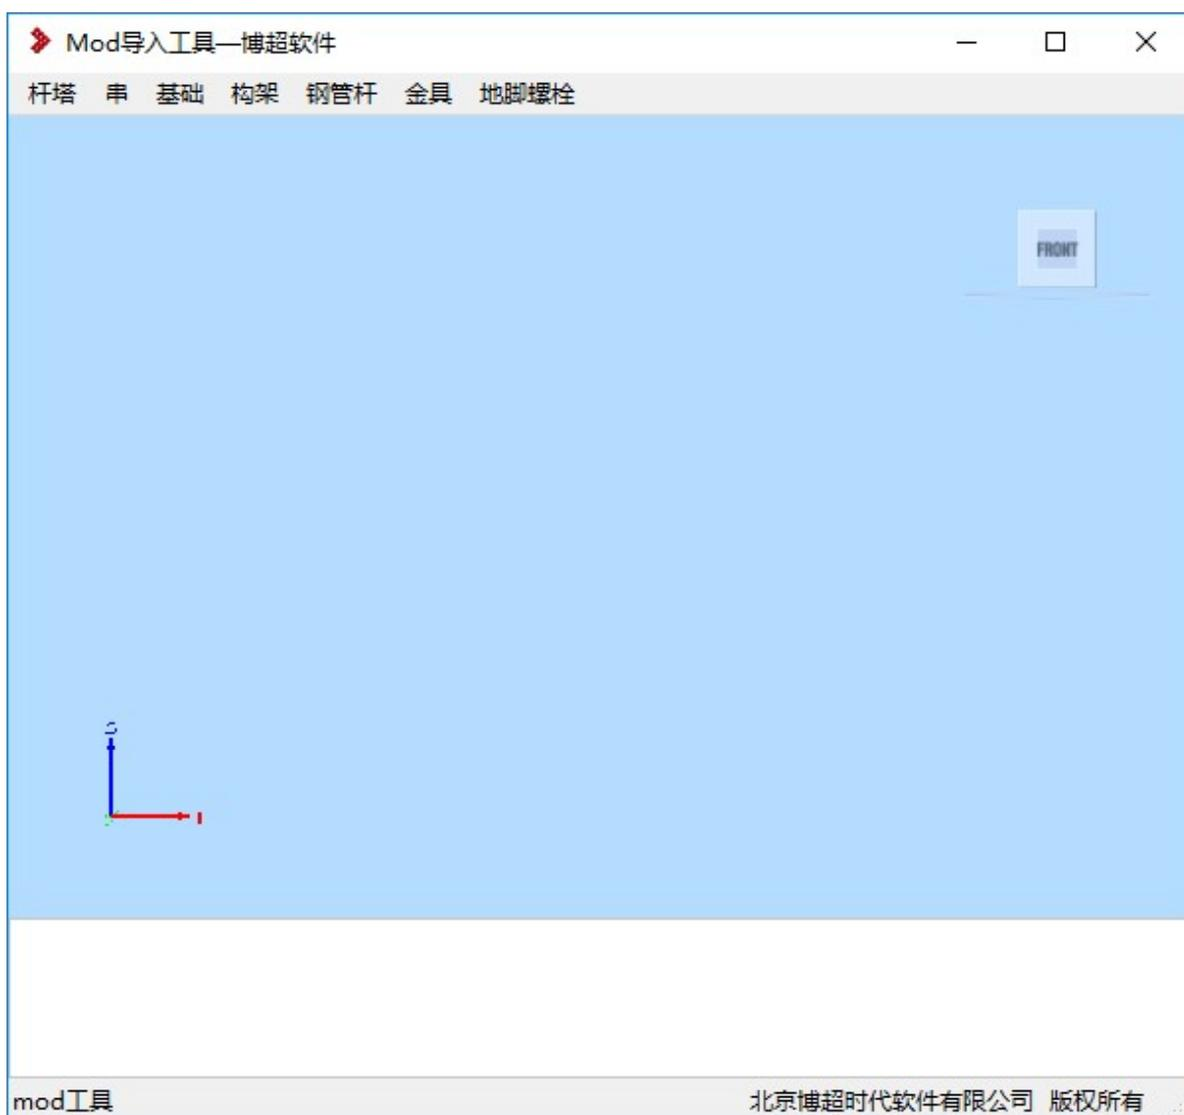

图 5.2- 23 设备导入工具界面
**设备导入工具**：该功能用于导入杆塔 gim 文件，编辑挂点，导出杆塔 gim；导出 gim 格式串；导出基础 gim 文件；导出构架 gim 文件等。点击按钮，弹出界面如图 5.2- 23 所示；